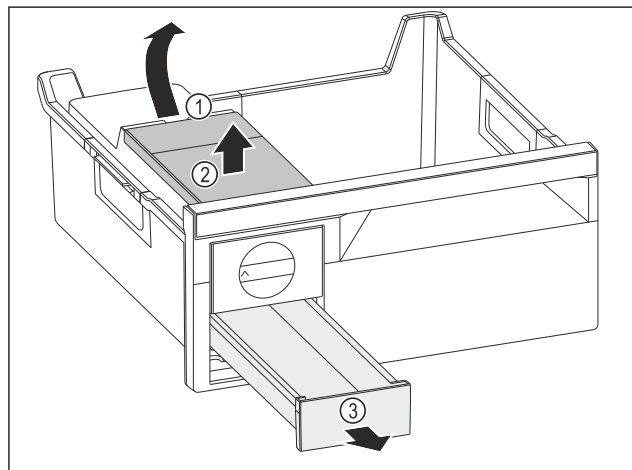

Fig. 211
- Wyjmowanie zbiornika wody: Zbiornik wody unieść za wycięcia Fig. 211 (1).
- Wyjąć zbiornik wody Fig. 211 (2) do góry.
- Wyjąć szufladę na kostki lodu Fig. 211 (3) do przodu.